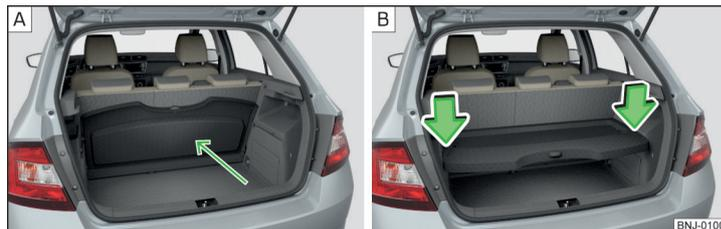

Abb. 96 Gepäckraumabdeckung: hinter den Rücksitzlehnen / in der unteren Position verstaut
Die Abdeckung kann aus dem Fahrzeug herausgenommen ggf. in zwei Positionen verstaut werden » Abb. 96 auf Seite 82.
Die Gepäckraumabdeckung kann hinter den Rücksitzlehnen » Abb. 96 - **A** oder in der unteren Position » Abb. 96 - **B** verstaut werden.
- Auf die Oberseite der Abdeckung in Pfeilrichtung drücken » Abb. 96 - **B**.